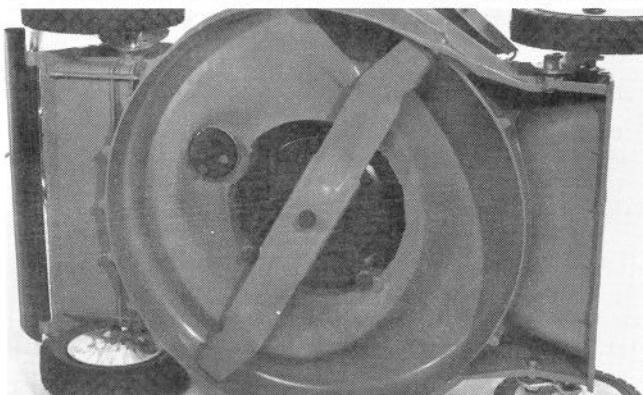

Figure 29
3. Inclinez la tondeuse sur son côté gauche (Fig. 29). Avec un tuyau d'arrosage, enlevez les débris de tonte et la saleté qui se trouvent collés au carter. Utilisez un grattoir pour enlever toute l'herbe que l'eau n'a pas chassée.